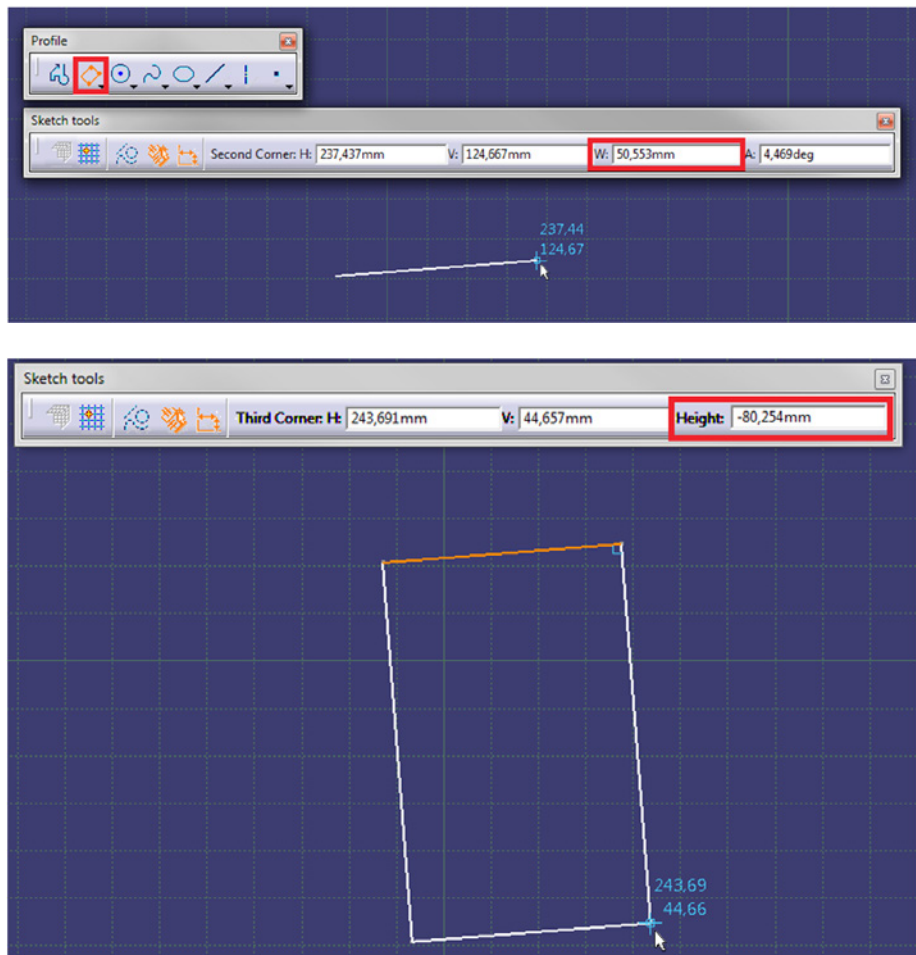

Bild 4.11 In etwa maßstabsgetreues Rechteck
3. Profil erzeugen: Als erste Grundgeometrie wird ein prismatischer Körper mit den Abmaßen 50 mm × 80 mm erzeugt. Um die zweidimensionale Kontur zu definieren, selektieren Sie die Funktion *Oriented Rectangle (Ausgerichtetes Rechteck)* aus der Unterfunktionsgruppe *Predefined Profile (Profilvorgabe)*. Durch Absetzen eines ersten Punktes im Raum wird unter den *Sketch Tools (Skizziertools)* mit Bewegen der Maus die *Width (Breite)* der ersten Kante angezeigt. Nach Absetzen des zweiten Punktes zur Erzeugung einer der horizontalen Körperkanten wird die *Height (Höhe)* angezeigt (Bild 4.11).